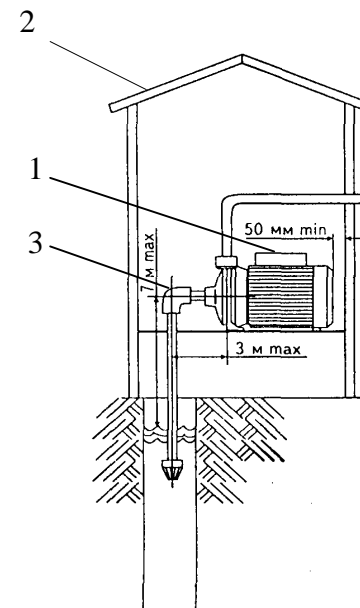

Рис. 5. Схема установки электронасоса над поверхностью воды.
6.5. При установке электронасоса над водой необходимо иметь в виду, что расстояние от уровня воды до электронасоса не должно превышать 7 м (рис. 5).